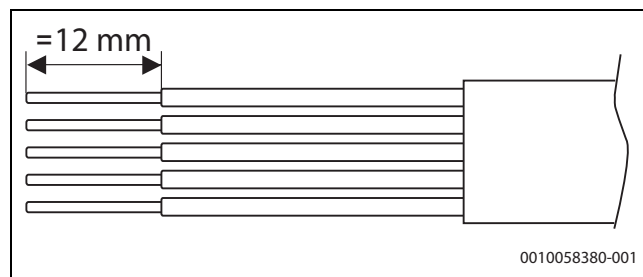

Bild 14 Abisolieren der Adern für den Netzanschluss
- Die angegebene Abisolierlänge beachten (→ Abbildung 14)